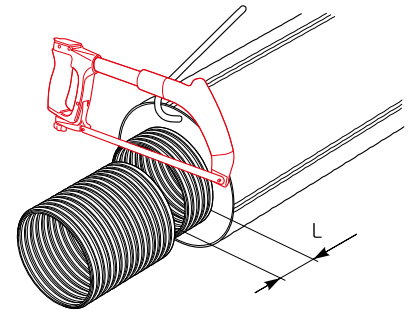

Рис. 4.4.9
8. Обрезать напорную трубу перпендикулярно продольной оси на расстоянии  $L$  от торца слоя теплоизоляции (рис. 4.4.9).